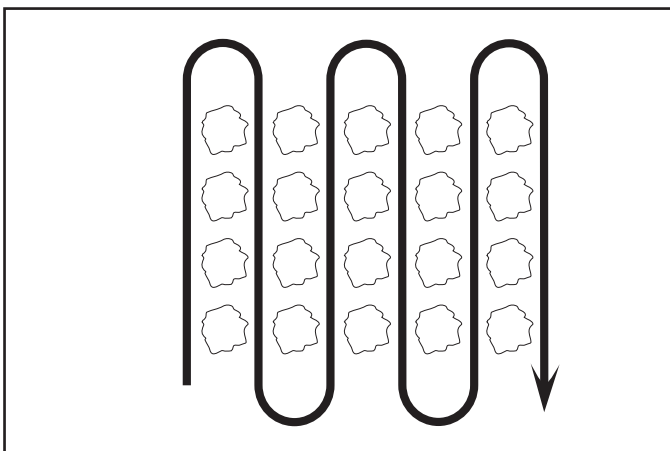

Fig. 15
- Binez les lignes de long en large à une vitesse qui permette aux dents de déraciner les mauvaises herbes et de laisser le sol à l'état brut pour faire en sorte que les mauvaises herbes et le gazon n'y poussent plus (Voir la fig. 15).